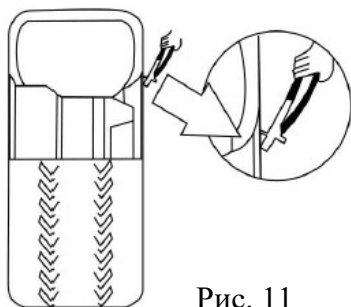

Рис. 11
- Для устранения возможного риска удалите с обода все посторонние вещества и балансировочные грузики (рис.11)